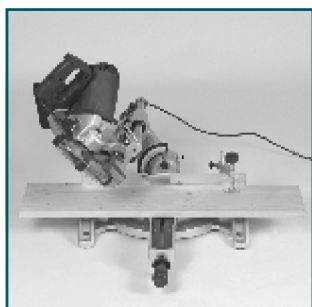

Рис.5.1
- Наклоны влево: 0-45° (Рис.5.1)